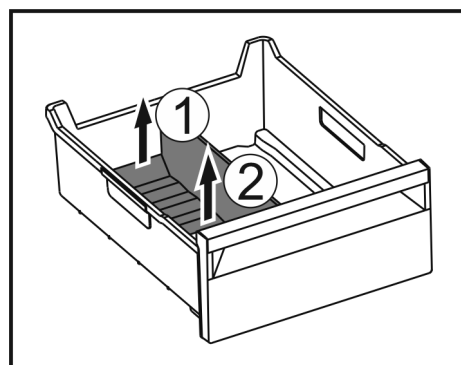

Fig. 110
- ▶ 提升冰格分隔器后部。 Fig. 110 (1)
- ▶ 向上取出冰格分隔器。 Fig. 110 (2)